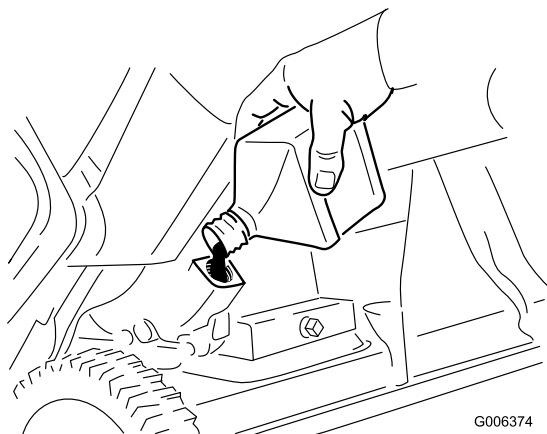

图32
8. 在机器处于操作位置时，**小心地**将机油倒入注油孔。等待三分钟，然后把油加到溢流点（图32）。